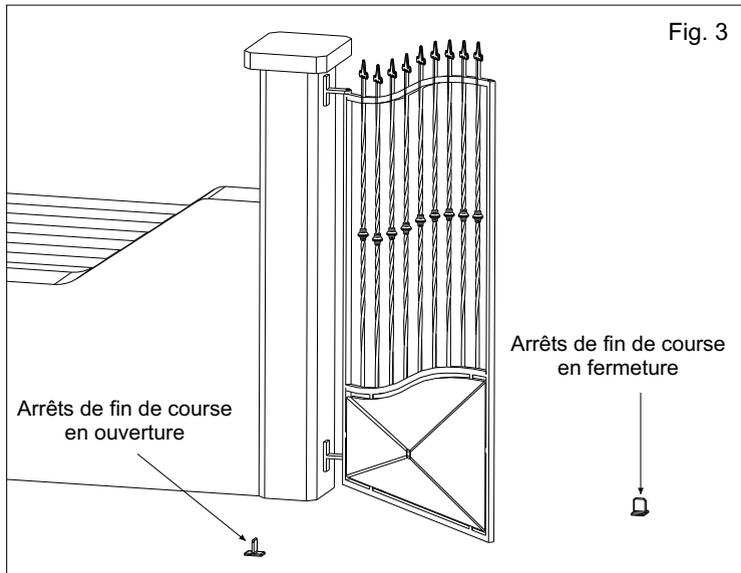

Fig. 3
- B.** Le poids de chaque vantail ne dépasse pas 400 kg (Compact 400) et 800 kg (Compact 800), voir graphique (A);
- E.** Dès qu'il n'y a pas des fins de course dans l'actuateur, il faut installer des arrêts mécaniques de fin de course sur le sol en fermeture et en ouverture (Fig.3).